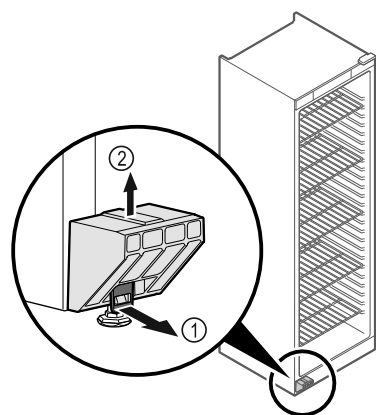

Fig. 5
- ▶ Beugel Fig. 5 (1) naar voren trekken.
- ▶ Transportbeveiliging Fig. 5 (2) naar boven toe lostrekken.